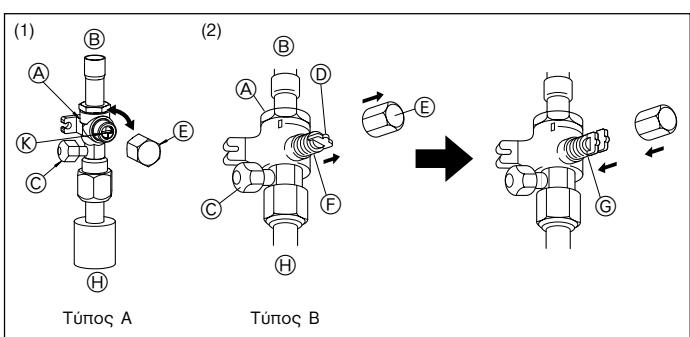
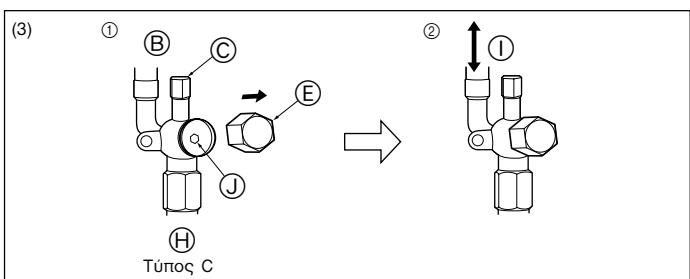

Fig. 4-6
Fig. 4-7
- (1) Τύπος A (Fig. 4-6)
- ① Αφαιρέστε την τάπα και κατόπιν κάντε περιστροφή 90 μοιρών προς τα αριστερά με ίσιο κατσαβίδι για πλήρες ανοίγμα.
- ② Ελέγχετε ότι η βαλβίδα διακοπής είναι εντελώς ανοιχτή, και στη συνέχεια επαναφέρετε την τάπα στην αρχική της θέση και σφίξτε την.
- (2) Τύπος B (Fig. 4-6)
- ① Βγάλτε το καπάκι, τραβήξτε τη λαβή προς την πλευρά σας και περιστρέψτε κατά το 1/4 της στροφής προς τα αριστερά για να ανοίξετε.
- ② Βεβαιωθείτε ότι η βαλβίδα διακοπής είναι εντελώς ανοιχτή, πιέστε μέσα τη λαβή και περιστρέφοντας το καπάκι στην αρχική του θέση.
- (3) Τύπος C (Fig. 4-7)
- ① Βγάλτε το καπάκι και περιστρέψτε το στέλεχος της βαλβίδας προς τα αριστερά έως το τέρμα χρησιμοποιώντας ένα εξαγωνικό κλειδί 4 mm. Σταματήστε να περιστρέψετε έως ότου φτάσει στον αναστόλεια.
- ② Βεβαιωθείτε ότι η βαλβίδα διακοπής είναι εντελώς ανοιχτή, και περιστρέφοντας επαναφέρετε το καπάκι στην αρχική του θέση.
### (3) Τύπος C (Fig. 4-7)